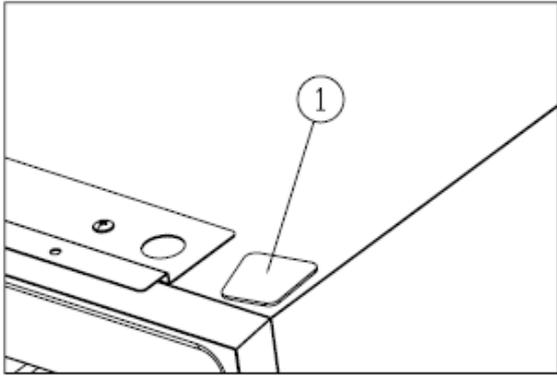

Figura 4
✧ Instale la tapa germinal ① (figura 4).